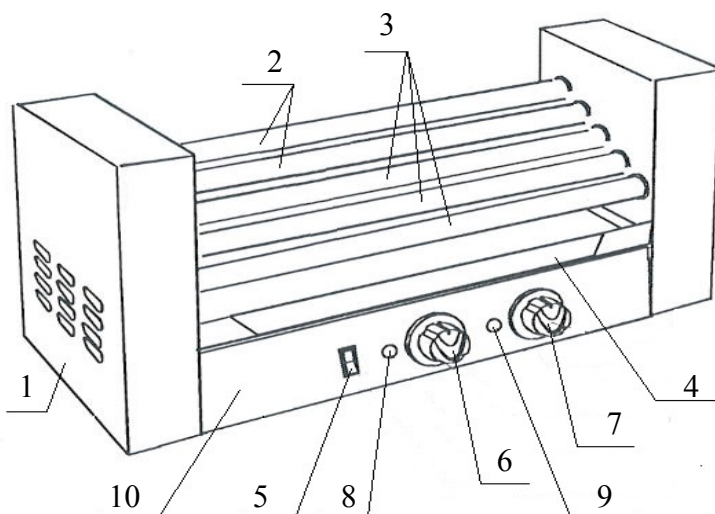

рис.1
4.2. Общий вид гриля на рис. 1.